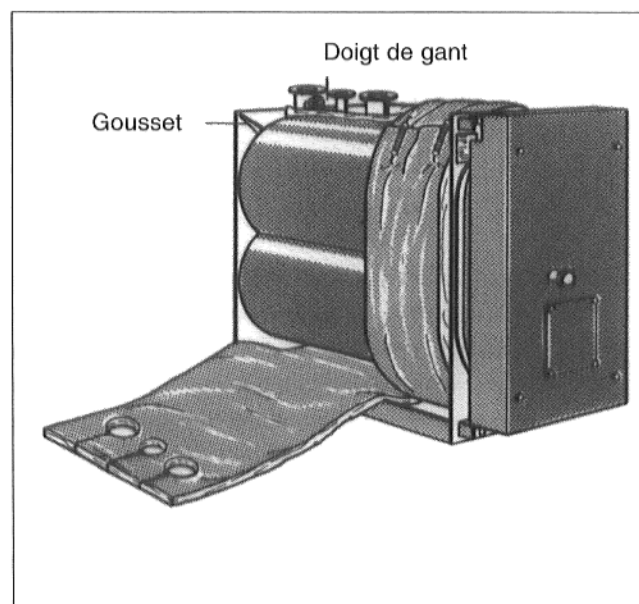

Fig. 6
- Enrouler les deux ensembles de calorifugeage autour du corps de la chaudière, faire chevaucher les extrémités et les fixer latéralement sur le haut à l'aide de 5 ou 6* ressorts tendeurs (Fig.6)
- Inciser les ensembles de calorifugeage en haut et en bas, dans la zone des goussets (Fig. 6).